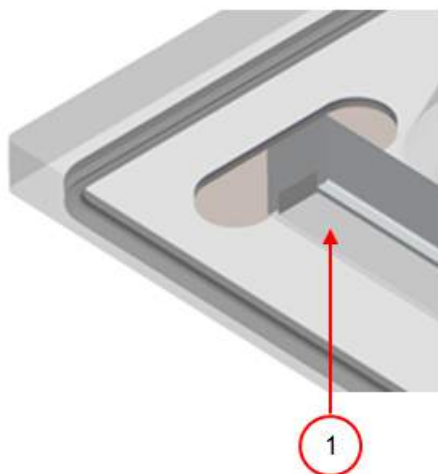

Figura 15: Sustitución de la goma de silicona de los soportes de silicona
1. Tire de la goma de silicona antigua para sacarla del soporte, consulte la *Figura 15: Sustitución de la goma de silicona de los soportes de silicona* en la página 31.